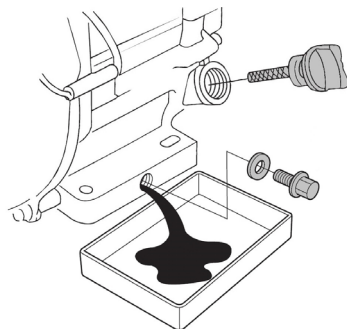

Рис. 30 Замена масла в двигателе
6. Открутите пробку для слива масла и слейте отработанное масло в подготовленную для этого емкость (Рис. 30).
3. Выкрутите из топливного бака выходной штуцер 4 и произведите его очистку (Рис. 30). Внимательно осмотрите сетчатый фильтр. При обнаружении механических повреждений замените штуцер топливного бака.